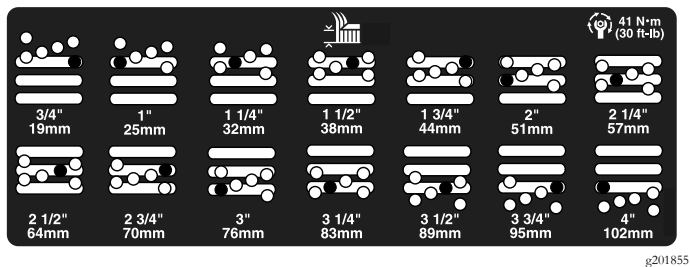

图22
5. 将切割腔移至所需的剪草高度然后将隔片安装至指定的剪草高度孔和槽 图22。